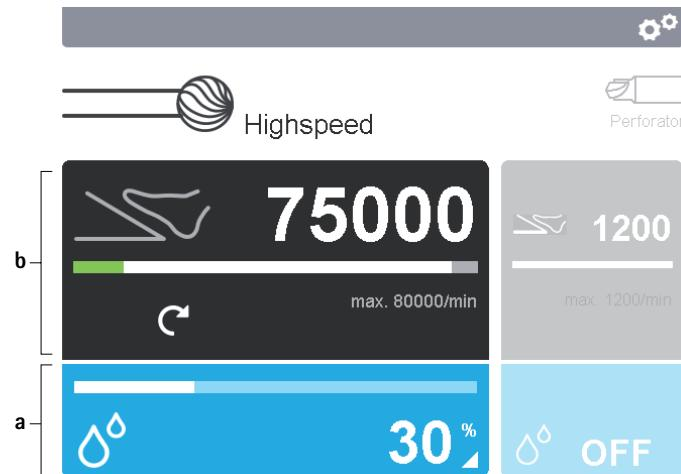

Fig. 5 Activar painéis de comando
- Alterar parâmetros de configuração da unidade de aplicação: Premir o painel de comando da unidade de aplicação b no mostrador 2, ver Fig. 5.